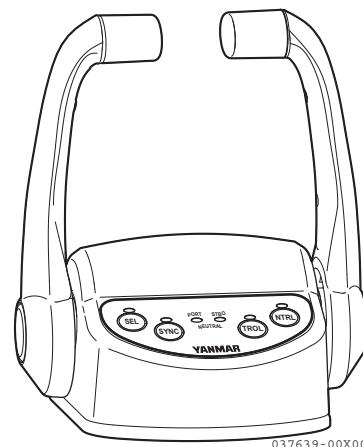
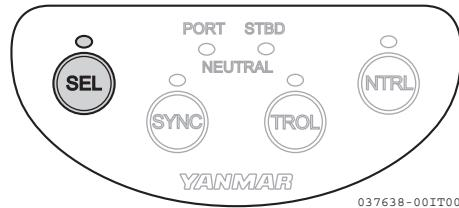

Figure 9
Figure 10
- La spia del quadro interruttori si accende e la spia SEL del controllo marcia (**Figure 9**) si accende o inizia a lampeggiare (**Figure 10**).